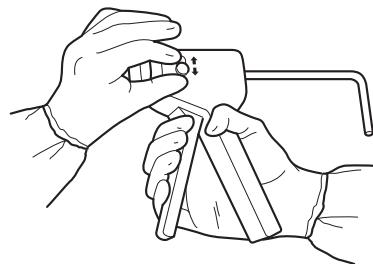

Figura 2
- Spingere il selettori di velocità all'indietro quindi verso l'alto o verso il basso per selezionare la velocità desiderata (Figura 2). Vedere la sezione *Impostazioni per l'iniezione del cemento*.